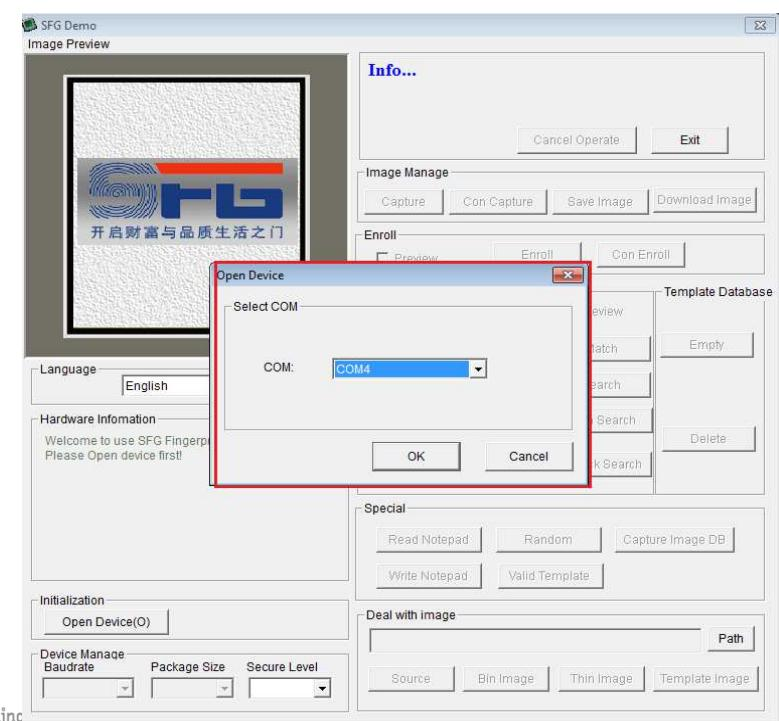

Figure 17
- ❖ Démarrez le logiciel SFGDemo et cliquez sur Ouvrir le périphérique dans le coin inférieur gauche. Sélectionnez le port COM utilisé par l' "Arduino". Nous sélectionnons le numéro de port correct comme dans la figure 17 :